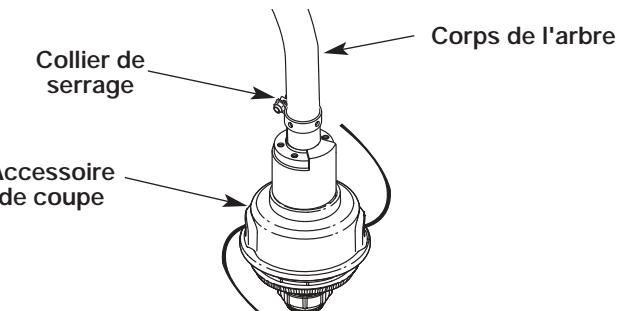

Figure 3
- Placez le protecteur d'accessoire de coupe sur le corps de l'arbre au-dessus de l'ensemble de bride (Fig. 3).